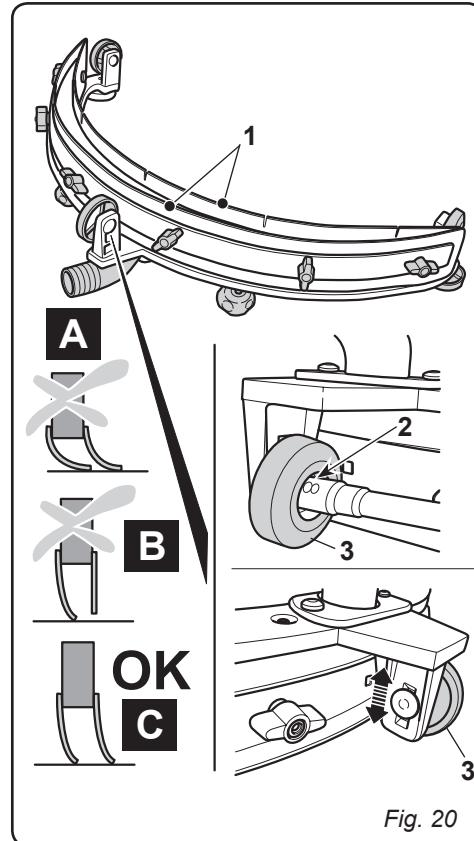

Fig. 20
11.1.g - Regolazione incidenza tergitore (Fig. 20)
- Controllare l'incidenza delle gomme (1) sul pavimento.
(Fig. 20)**